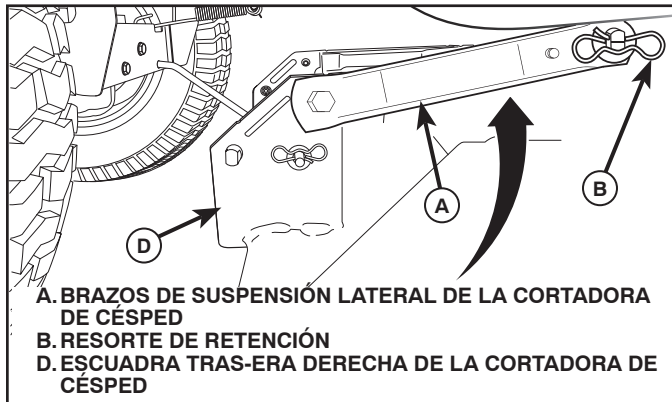

Fig. 29
## 6. INSTALE LOS BRAZOS DE SUSPENSIÓN LATERAL DE LA CORTADORA DE CÉSPED (A) EN EL CHASIS (Vea Fig. 29)
- Ubique el agujero delantero del brazo de suspensión lateral (A) sobre la chaveta en la parte exterior del chasis del tractor y asegure con una arandela grande y un resorte de retención grande (B).